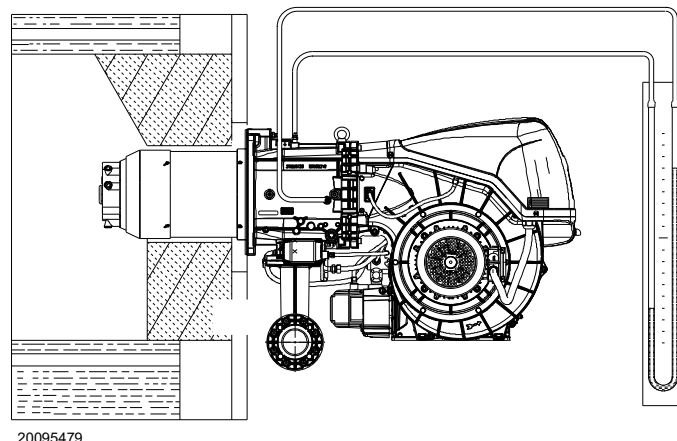

Рис. 30
- Соедините U-образный манометр или дифференциальный манометр (Рис. 30) со штуцером (+) замера давления газа на муфте, а (-) с камерой сгорания. Служит для получения приблизительной МАКС. мощности горелки через Табл. Q на стр. 31.
Поступление газа на муфту определяется по U-образному манометру (Рис. 30). В случае выявления дальнейших блокировок горелки, обращайтесь к главе «Неисправности - Причины - Способы устранения» на стр. 44